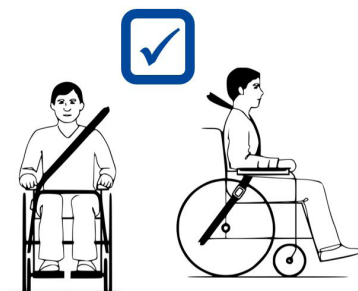

Figure 4
8. Assurez-vous que les retenues de la ceinture épaulière reposent bien sur les épaules de l'utilisateur, voir la figure 4.